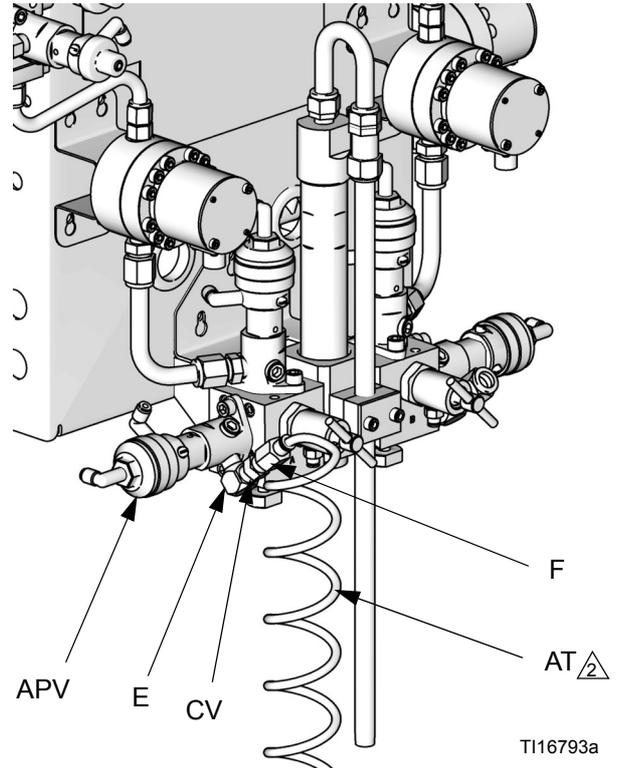

FIG. 9 Tubo di alimentazione dell'aria di spurgo e valvola di ritegno
- Vedere FIG. 9. Installare il gomito (E), la valvola di controllo (CV) e il raccordo del tubo forniti sull'ingresso della valvola di spurgo dell'aria (APV). Utilizzare il tubo di spurgo dell'aria (AT, in dotazione) da 7,6 m (25 ft) con DE di 1/4" (6 mm) per collegare un'alimentazione di aria pulita e asciutta al raccordo (F) sull'ingresso della valvola di spurgo dell'aria. Se necessario, installare filtri/asciugatori.